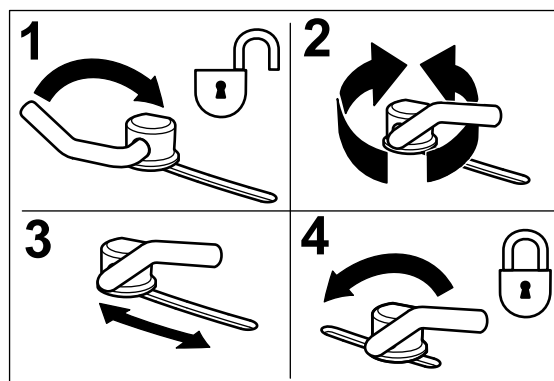

Figure 13
1. Pour régler les verrous à came, soulevez le levier pour desserrer le verrou (Figure 13).
3. Repoussez le levier à sa position d'origine pour serrer le déflecteur et les verrous (Figure 13).